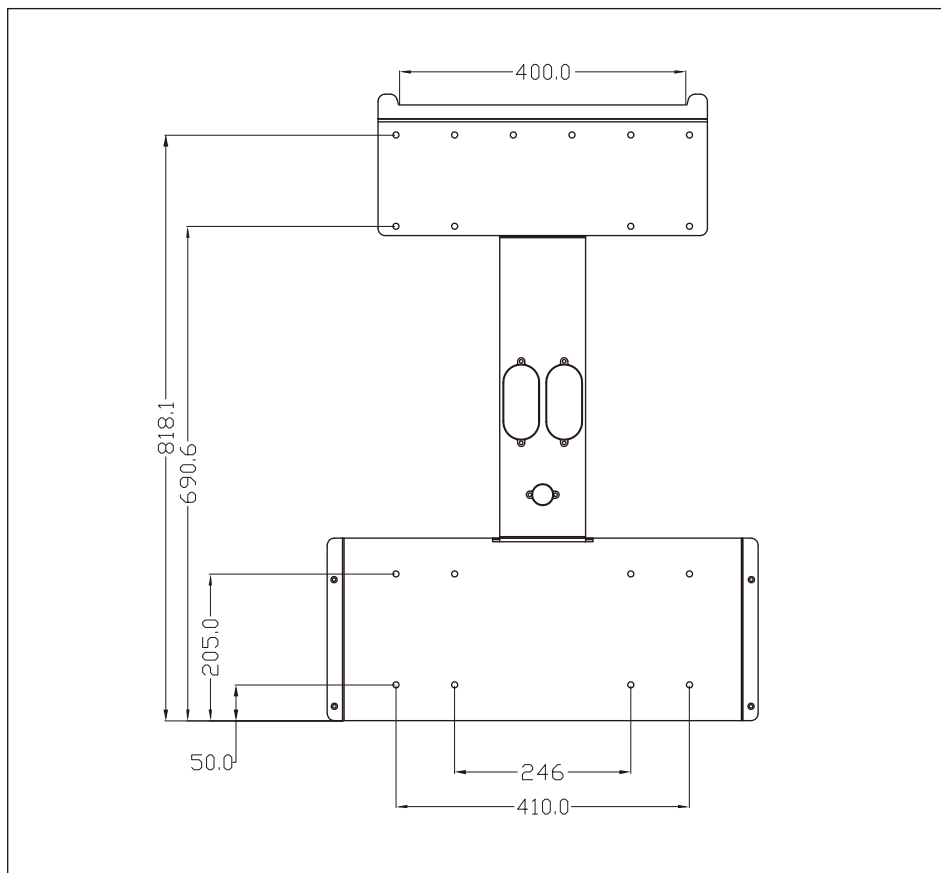
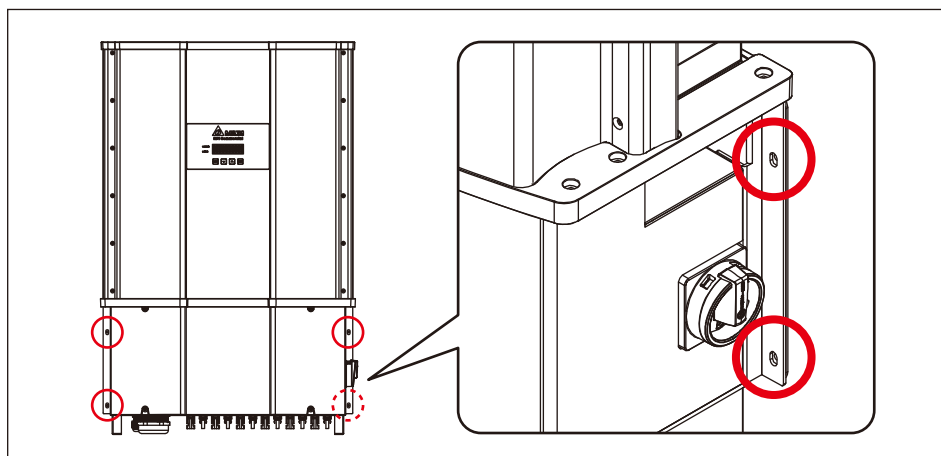

图3-1：壁挂架详细尺寸
图3-7：配线箱与壁挂架锁附螺丝位置
本产品设计为壁挂型。请确保安装时，本产品与地面垂直且交直流配线处为接近地面端，请务必遵循图3-1至图3-7的安装指示，首先安装壁挂架于坚固表面，并将逆变器牢固地锁附于壁挂架上。
- 1.至少使用8枚M8十字螺丝将壁挂架固定墙上，螺丝孔位置请遵从图3-1及3-2。
- 3.图3-1及3-2提供建议的螺丝孔位置。
- 5.图3-7为正确锁附配线箱的方法。